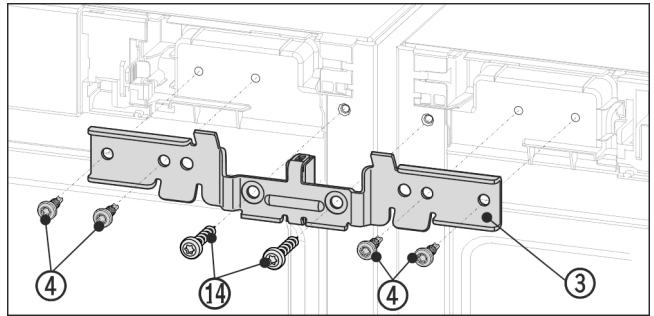

Fig. 13 Illustrationen är ett exempel
- ▶ Tryck in vinkel Fig. 13 (3) och distansstycke mellan apparaterna och mot stiften. Skruva fast vinkeln med de fyra skruvarna Fig. 13 (4) och de tidigare losskruvade jordskruvarna Fig. 13 (14) växelvis till höger och vänster så att de sitter löst.